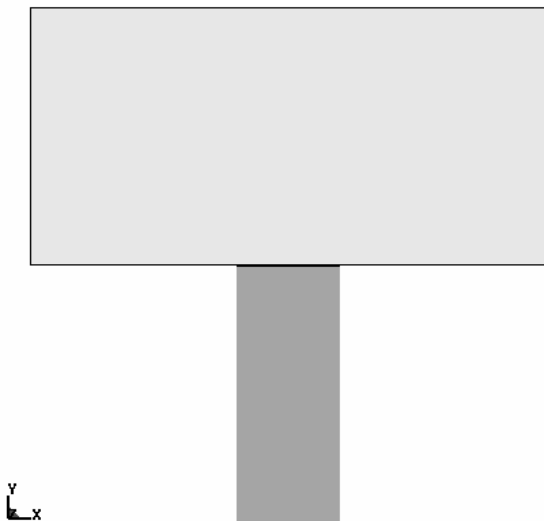

图 7-22 落锤竖直向下撞击方管
(3) 然后打开“D:\Ch7\drop hammer three”目录下的“drop hammer three.k”文件。图形窗口中显示出 k 文件中的模型（见图 7-22）。该模型中，一个六面体的落锤竖直向下撞击一段方管。